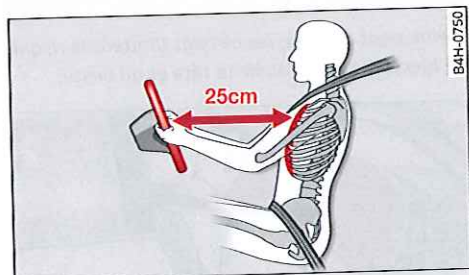

Fig. 187 Distance de sécurité par rapport au volant
- Il est primordial que le conducteur et le passager avant gardent une distance de 25 cm minimum par rapport au volant ou au tableau de bord ⇒ *fig. 187*. Si vous ne respectez pas cette distance minimale, le système d'airbags ne vous protège pas. En outre, le déploiement de l'airbag constitue un risque de blessures. Par ailleurs, les sièges avant et les appuie-tête doivent toujours être ajustés en fonction de la taille de l'occupant du siège.